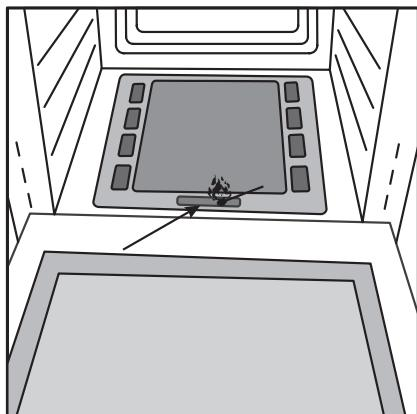

рис. 14
- б) поднесите горящую спичку или зажигалку к отверстию горелки (см. рис.14), нажмите до упора рукоятку 9 и поверните ее нажатой против часовой стрелки в положение Max.